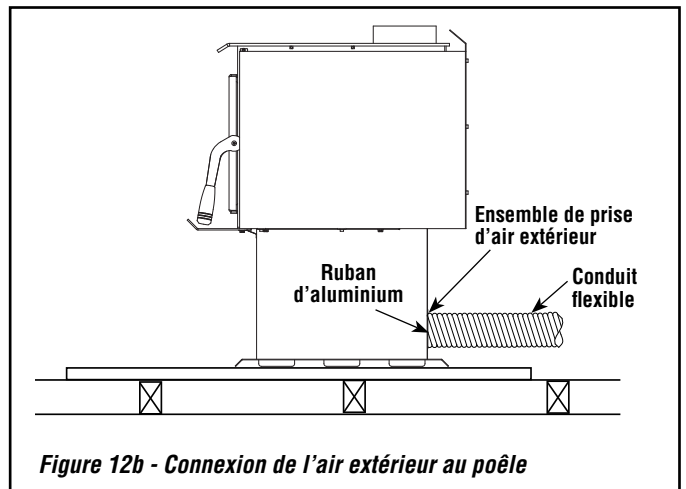

Figure 12b - Connexion de l'air extérieur au poêle
- Faites une ouverture de 4-1/4 po. (110 mm) dans le mur extérieur de la maison à l'emplacement choisi. De l'extérieur, placez le registre d'air dans l'ouverture (les persiennes ouvertes vers le bas) et fixez le registre au mur avec les vis tel que montré (voir figures 12b and 13).